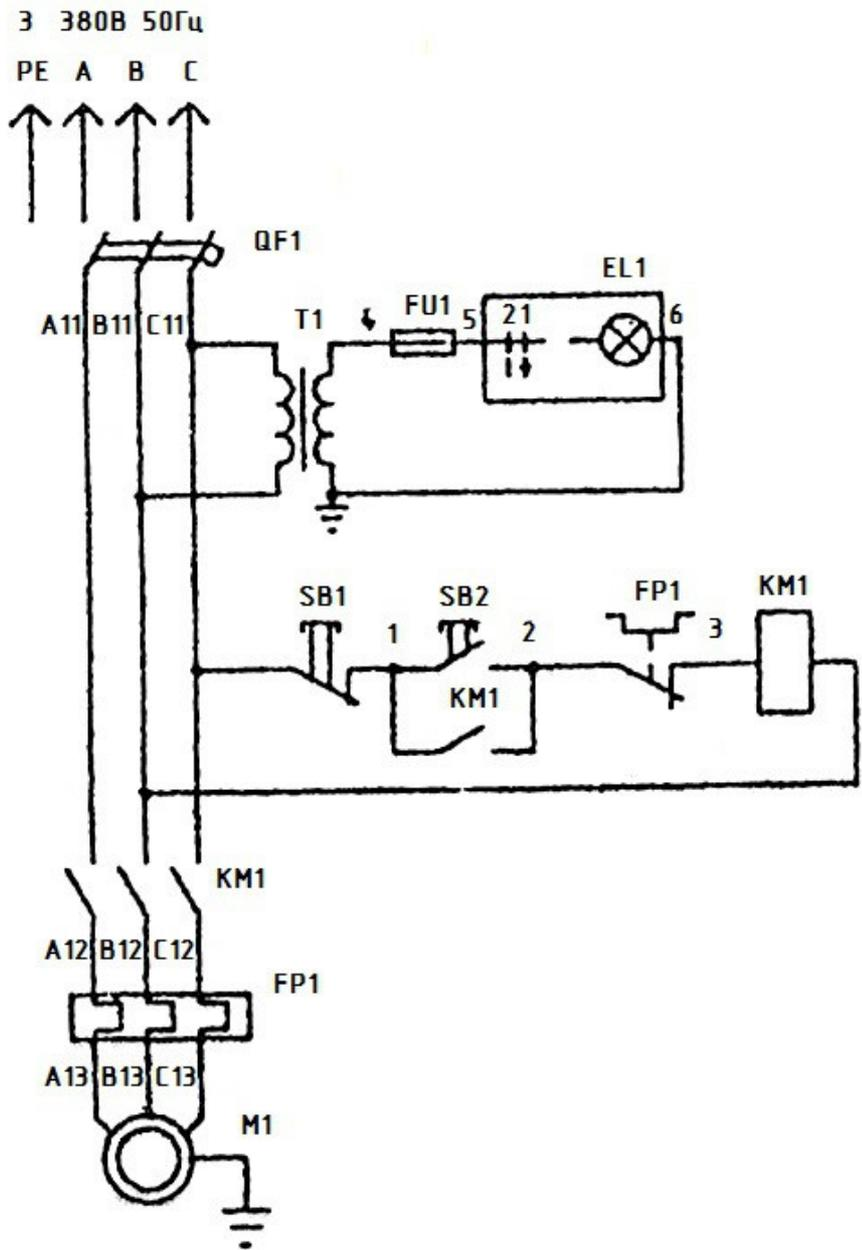

Рис. 3. Схема электрическая принципиальная
7.3 Описание работы в режиме трехфазного включения (рис. 3). Включением вводного выключателя QF1 подается напряжение на станок. Нажатием кнопки SB2 «Пуск» включается магнитный пускатель КМ1 и подает напряжение на обмотки трехфазного электродвигателя.